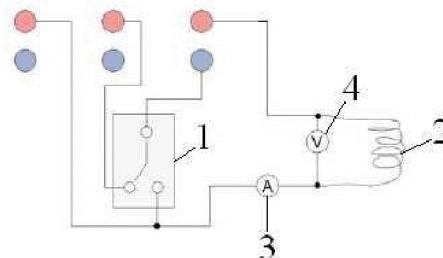

Рис. 2. Электрическая схема включения измерительного прибора (1), нагревателя (2), амперметра (3) и вольтметра (4).
Электрическая схема включения измерительного прибора, вольтметра, амперметра и нагревателя показана на рис. 2.
- Подсоедините провода для измерения тока и напряжения к измерительному прибору, амперметру и вольтметру по схеме на рис. 2 .
- Поверните трёхходовой кран (10) в позицию, при которой сосуд соединён с манометром, но они перекрыты от окружающей атмосферы.
- Поверните трёхходовой кран (10) в позицию, при которой сосуд сообщается только с вертикальным газовым шприцем.
- Подсоедините провода для измерения тока и напряжения к измерительному прибору, амперметру и вольтметру по схеме на рис. 2.